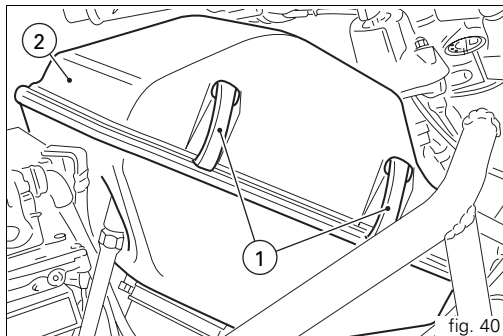

fig. 40
Remplacement du filtre à air (fig. 40)
Pour sortir le filtre, décrocher les pattes (1) de fixation du couvercle des deux côtés du boîtier de filtre et ôter le couvercle (2, fig. 40).